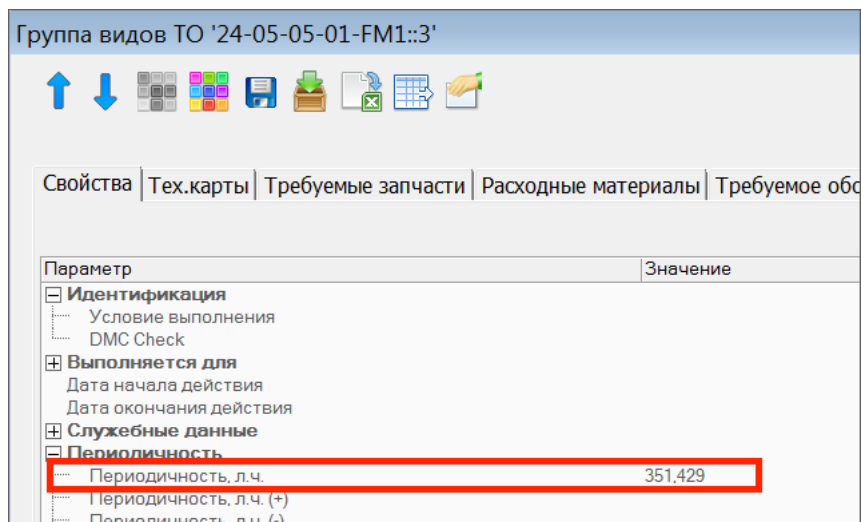

Рис. 10-375 – Рассчитанное значение периодичности работы по восстановлению (вида ТО)
- 3) Нажать кнопку «Расчет интервалов выполнения работ T» панели «Анализ» (рис. 10-375).